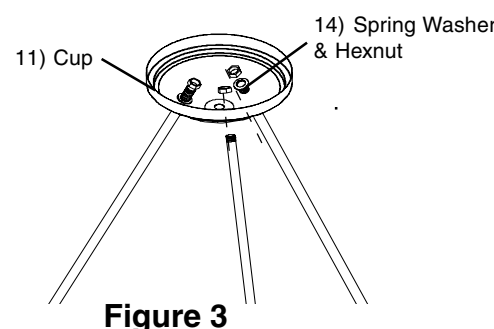

Figure 3
3. Install Support Rods (12) to Cup (11). Remove Spring Washers and Hexnut (14) from Support Rods, insert Rods through holes in Cup and secure each with one Spring Washer & Hexnut (14). Set aside. See Fig. 3.
3. Instale Varillas de Soporte (12) a la Copa (11). Quite Arandelas de Resorte y Tuerca Hexagonal de las Varillas de Soporte, inserte las Varillas por los agujeros en la Copa y asegure cada uno con una Arandela de Resorte y Tuerca Hexagonal (14). Vea Fig. 3.